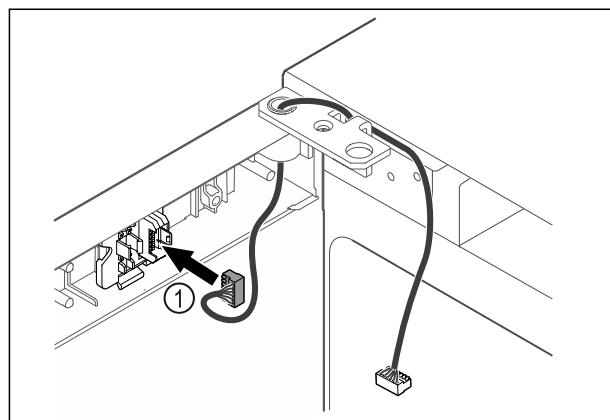

Fig. 48
► Stecker Fig. 48 (1) in Steckerhalterung einstecken.